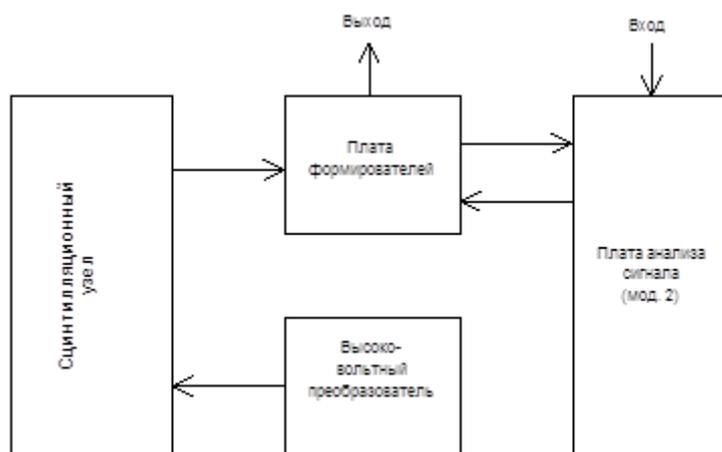

Рис. 4.1.2. Структурная схема блока БД-6-2
4.1.4.2. В модификации БД-6-2 (рис.4.1.2) плата анализа сигнала выполняет функцию сравнения времени поступления импульсов от собственного детектора и дополнительного (внешнего) детектора. При этом импульсы на выходе платы вырабатываются только тогда, когда эти времена совпадают с заданной точностью. Такая модификация предназначена для работы в аннигиляционных системах с использованием двух датчиков.